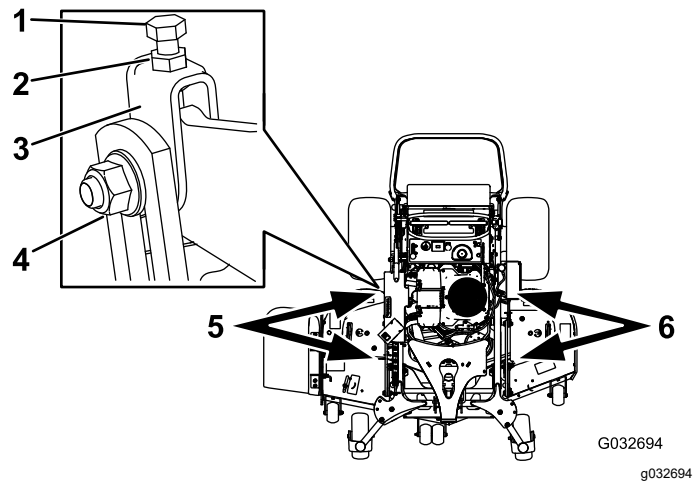

Figura 92
- Afloje la tuerca lateral y la contratuerca de las horquillas que desea ajustar (Figura 92).
- Gire el perno superior de las horquillas para ajustar la altura de la carcasa de corte (Figura 92).